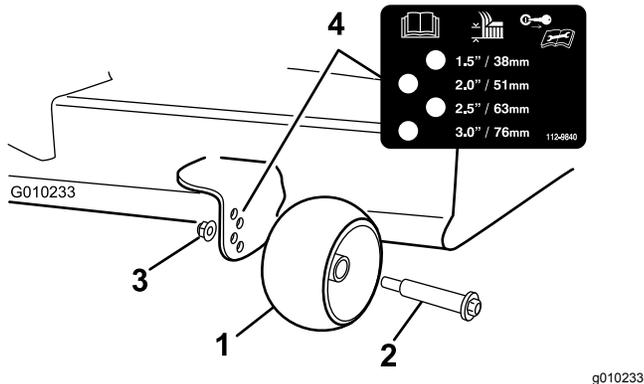

Figura 22
3. Ajuste los rodillos protectores del césped (Figura 22) a la posición de altura de corte más próxima.